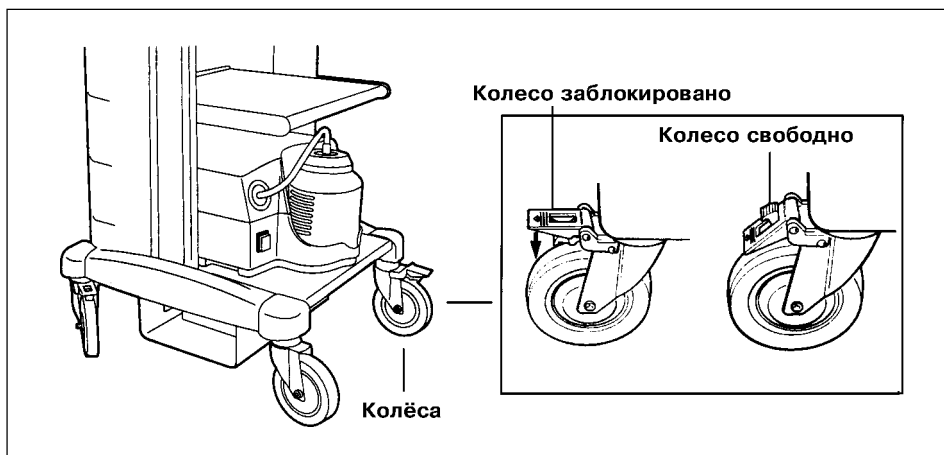

Рис. 3.1.
1. Установите передвижной рабочий стол на ровную поверхность. Заблокируйте фиксаторы колёс рабочего стола, как показано на рис. 3.1.